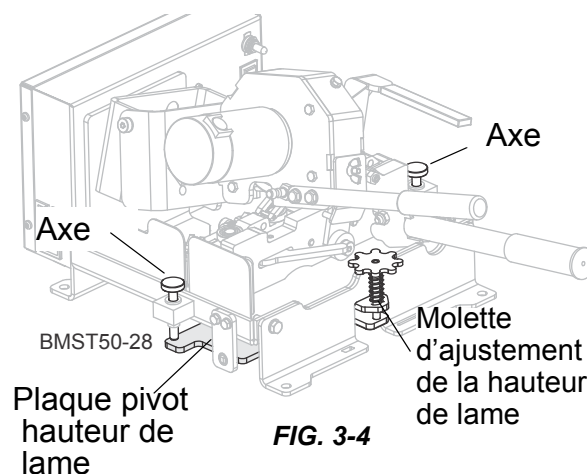

FIG. 3-4
1. **Ajustez la hauteur de lame pour l'affûtage.** La lame doit reposer de manière égale sur les axes de hauteur de lame. Utilisez la molette d'ajustement de la hauteur de lame pour faire monter ou descendre les axes. Les axes peuvent être réglés ensemble par la molette. Abaissez complètement l'affûteuse pour aligner la lame avec la meule. Lorsque la lame est à la bonne hauteur pour l'affûtage, resserrez l'écrou de blocage de la vis de pression. Voir fig. 3-4